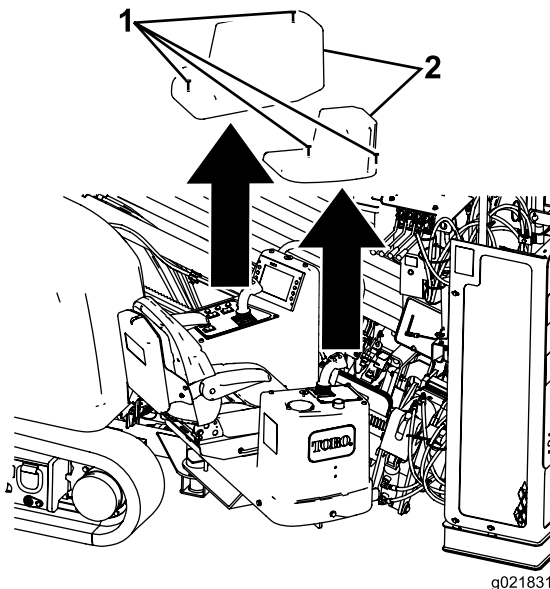

Bild 37
3. Entfernen Sie die vier Schrauben, mit denen die Abdeckungen über den Bedienfeldern befestigt sind, und nehmen Sie die Abdeckungen ab (Bild 37).